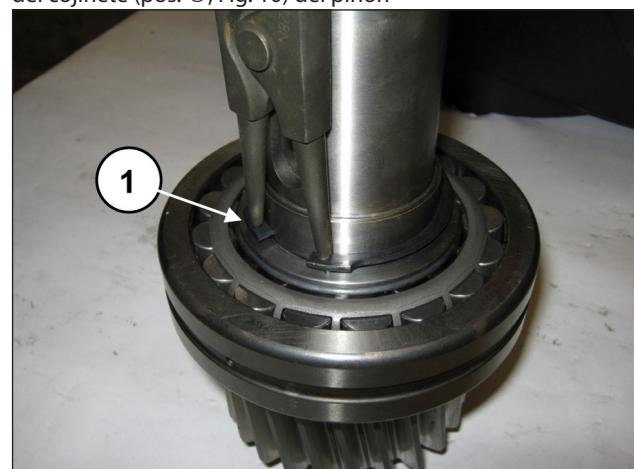
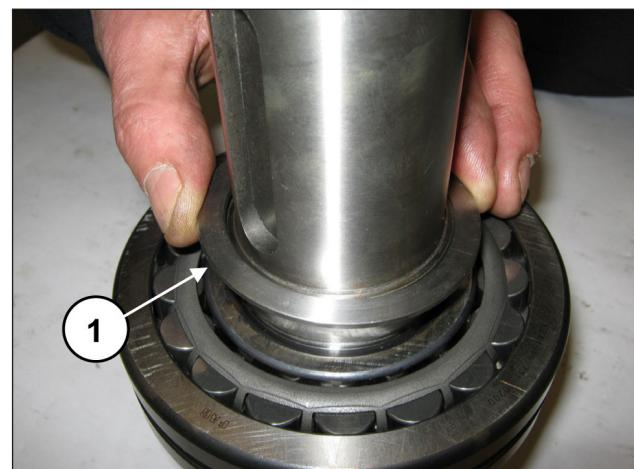

Fig. 9
Fig. 10
Quitar la anilla seeger Ø55 (pos. ①, Fig. 9) y el anillo de apoyo del cojinete (pos. ①, Fig. 10) del piñón